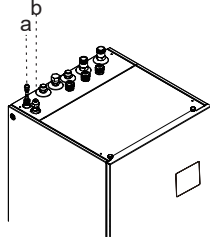

Fig. 6-6
- Si la unidad interior se combina con la unidad exterior (4/6 kW), la transferencia 9,52-6,35 (consulte la tabla de la página 8) debe montarse en la conexión del líquido refrigerante de la unidad interior (consulte la Fig. 6-6); la transferencia no se utiliza en otros tipos de unidades exteriores (8/10/12/14/16 kW).